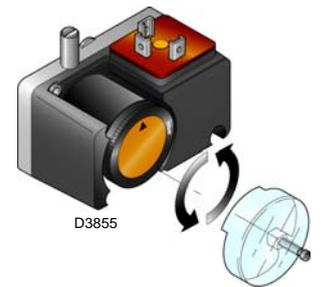

Abb. 24
- Regeln Sie den Druckwächter zur Kontrolle der Dichtheit (Kit PVP) (Abb. 24), wenn vorhanden, gemäß den dem Kit beiliegenden Anweisungen.